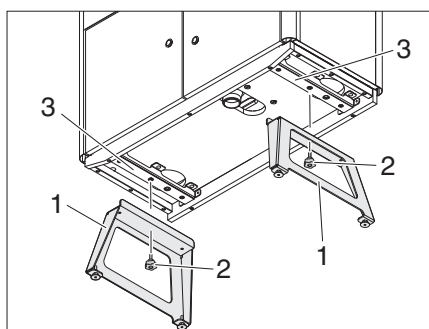

Fig. 60 Montaggio dei piedi di appoggio
- Fissare il piede di appoggio alla traversa (Fig. 60,3) mediante le spine di posizionamento.
- Bloccare il piede di appoggio (Fig. 60,1) con la vite a croce (Fig. 60,2).